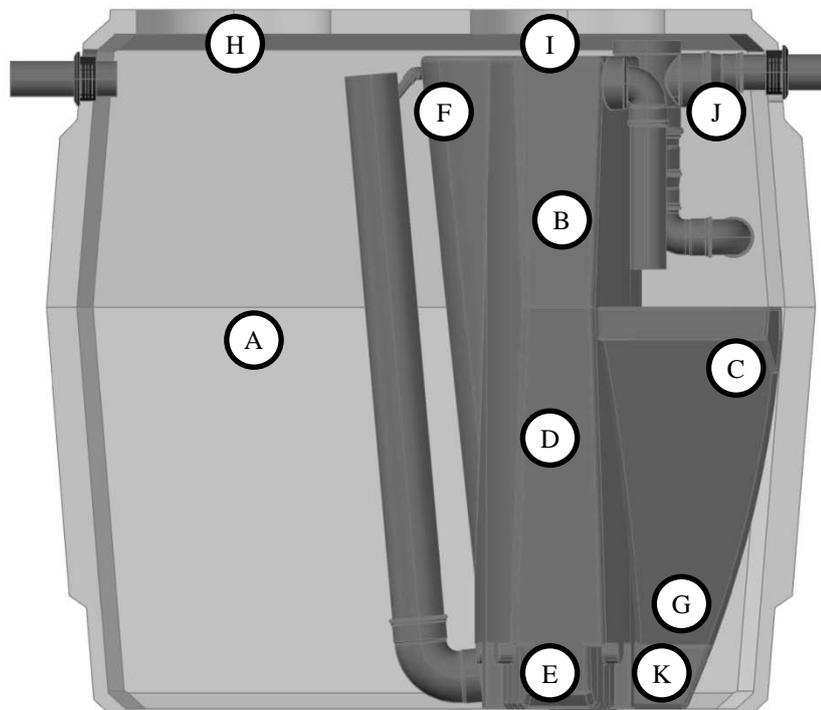

Figure 3-2. Schéma de principe unité Oxyfix® C-90
- où la distance idéale entre le surpresseur et la station ne peut excéder 20 mètres (voir figure 3-2.),